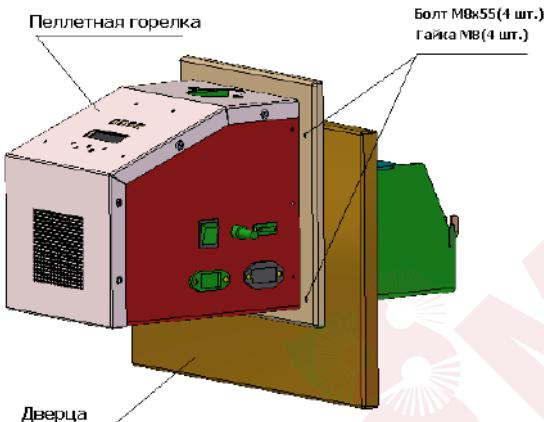

Рис.28 Дверца с пеллетной горелкой KOP 4/25
7.1.4 Демонтировать среднюю дверцу **3** (рис. 2), и заменить на дверцу из комплекта горелки KOPI 4/25 или KOPI 12/50 (см. табл.2) в сборе с горелкой (**рис.28**)